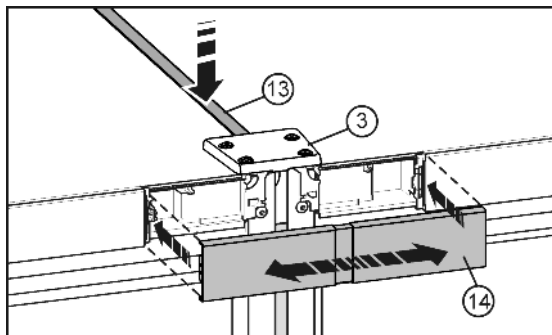

Fig. 10
- ▶ На верхней стороне вдавите в щель короткую планку Fig. 10 (13). Планка должна быть заподлицо с крышкой Fig. 10 (3) устройства на передней кромке.
- ▶ Защелкните крышку Fig. 10 (14) на еще открытой промежуточной обшивке участков обслуживания. Следите за тем, чтобы наружные стороны крышки заканчивались вровень с заглушками участков обслуживания. Для этой цели крышка сделана выдвигной.